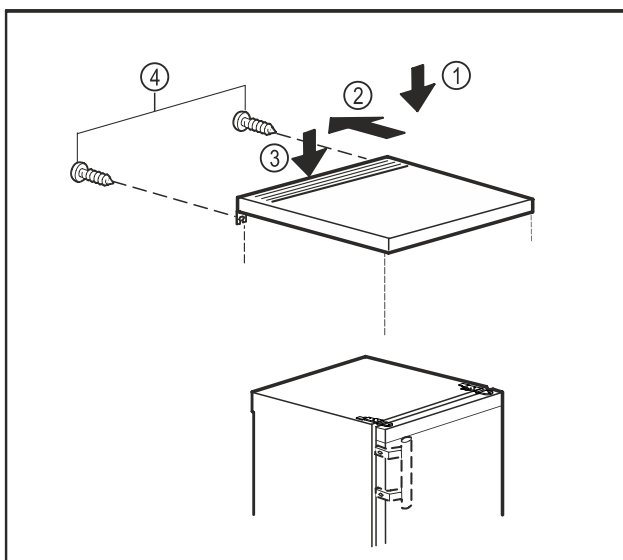

Fig. 19
- ▶ Vendosni pllakën e sipërme mbi pajisje. Fig. 19 (1)
- ▶ Shtyni pllakën e sipërme për nga pas. Fig. 19 (2)
- ▶ Shtypni për poshtë pllakën e sipërme në pjesën e pasme. Fig. 19 (3)
- ▶ Shtrëngoni vidat në pjesën e pasme. Fig. 19 (4)